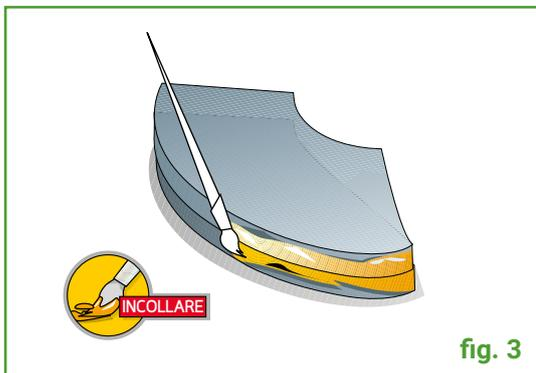

fig. 3
- 5) Attendere che il collante sia asciutto quindi unire i due bordi premendoli uno contro l'altro con una pressione uniforme, assicurando così la perfetta aderenza (**fig 3**)
Praticare un taglio longitudinale nella parte interna (fig 3)
- 3) Sovrapporre in piano le due sagome ottenute e spalmare la colla MATIBLOCK® sui bordi del profilo con il raggio maggiore. (fig 3)